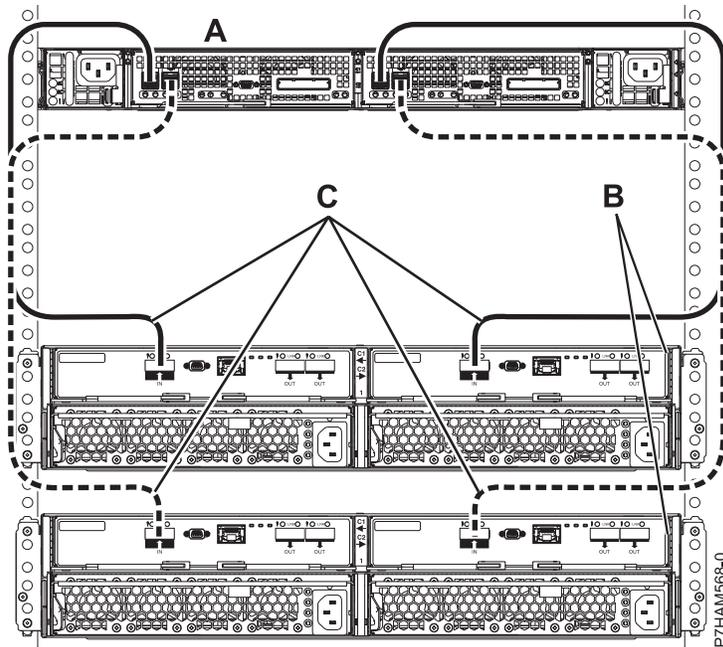

Figura 40. Conexión en modalidad 1 de dos alojamientos de unidad de disco 5887 mediante cables EX a un alojamiento de almacenamiento PCIe
14. Realice la conexión en modalidad 1 de dos alojamientos de unidad de disco 5887 (B) mediante cables EX (C) con un alojamiento de almacenamiento PCIe con soporte para cajones de discos SAS (A), como se muestra en la Figura 40 en la página 84.
- Cada adaptador interno del alojamiento de almacenamiento PCIe (A) tiene acceso al otro adaptador y a todas las bahías de unidad de disco.
- Ambos cables EX (C) del mismo alojamiento de unidad de disco 5887 deben conectarse con el mismo puerto SAS numerado del alojamiento de almacenamiento PCIe, como se muestra en la Figura 40 en la página 84.